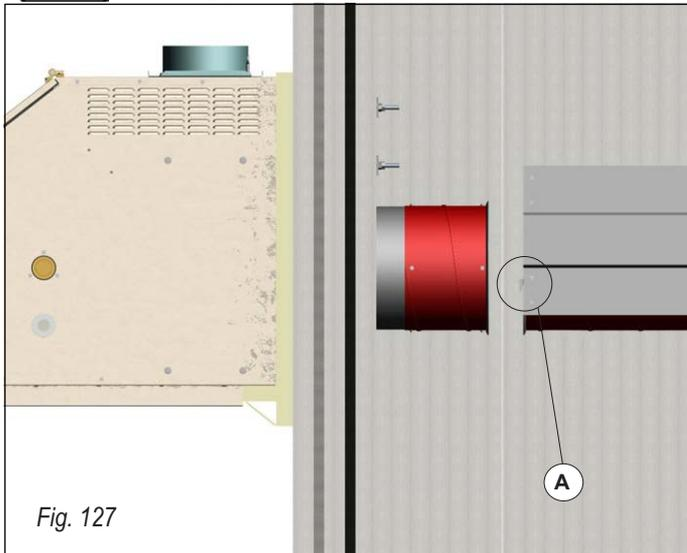

Fig. 127
Prestar mucha atención a la instalación de la primera unidad de cinta de radiación asegurándose de que la pestaña macho (A), esté dirigida hacia la parte del generador fig. 127, 128 y 129.